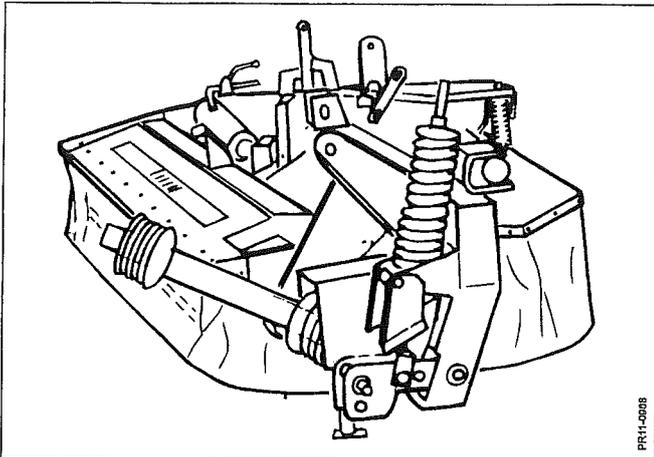

Fig. 3-14
- Fig. 3-14 5) Die Unterlenker senken, bis die Maschine auf dem Boden ist. Dann die Unterlenker abbauen und den Schlepper wegfahren.